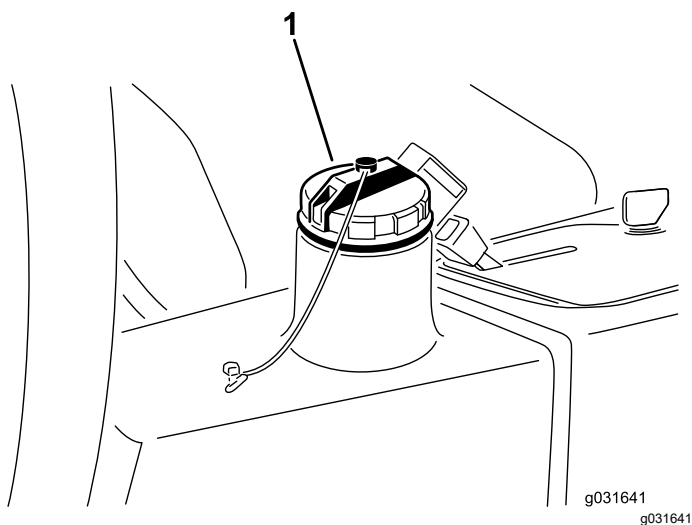

Figura 67
4. Umpleți rezervorul (Figura 67) cu aproximativ 13,2 l de ulei hidraulic; consultați Specificaiile uleiului hidraulic \(Pagină 57\) și Verificarea nivelului de ulei hidraulic \(Pagină 58\).